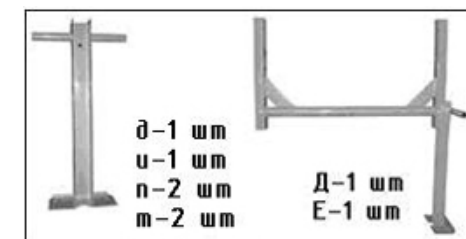

Рис.3
6.2. Смонтируйте на раме (Д) переднюю стойку (Е) используя крепеж (д. и, п, т) из пакетов №2 и №12 что бы получилась конструкция как на Рис.3.